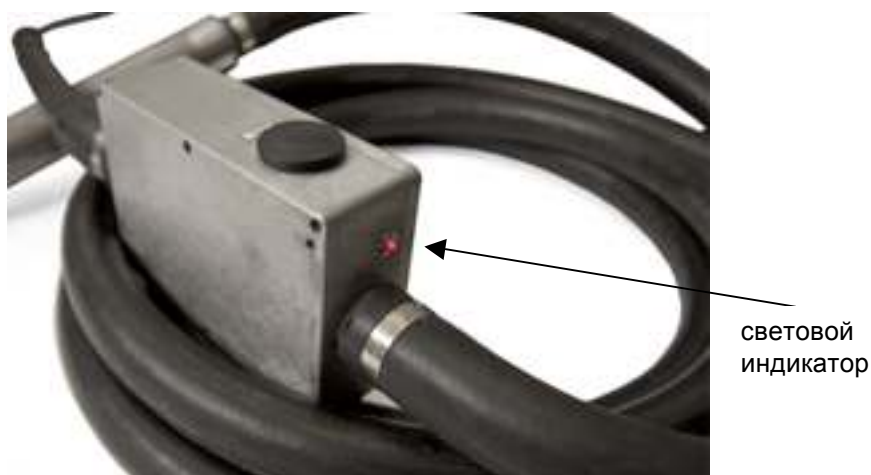

Рис.3 Внешний вид преобразователя и светового индикатора
2. герметичного бокса с преобразователем, кнопкой-выключателем (рис.2) и световым индикатором (рис.3)